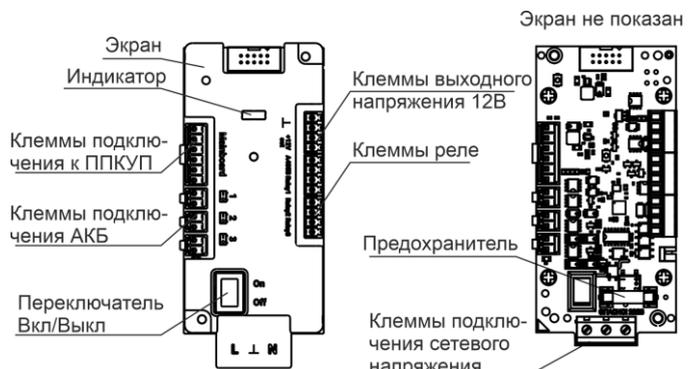

Рисунок 1
Настоящий паспорт предназначен для изучения принципа работы, правильного использования, хранения и технического обслуживания модуля источника электропитания «Астра-Прайм-7052-01» (рисунок 1).
**4.1** Конструктивно модуль состоит из печатной платы с радиоэлементами (рисунок 1).